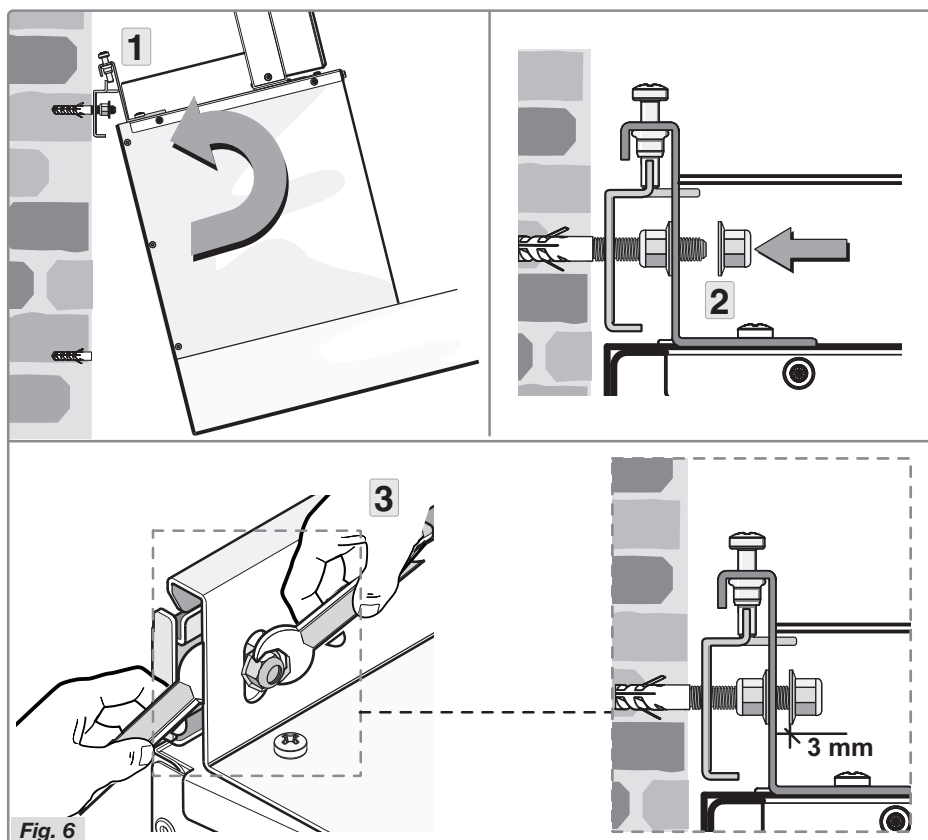

Fig. 6
- Vip emhætten lidt og hæng den sikker op i beslaget (fig. 6 trin 1).
- Sæt emhætten på plads og gør den fast til beslaget ved at sætte møtrikken på skruen (fig. 6 trin 2).
- Hold en passende skruetrækker i den ene hånd, og stram møtrikken med en anden skruetrækker i den anden hånd (fig. 6 trin 3). Afstanden mellem møtrikken og beslaget skal være mindst 3 mm.